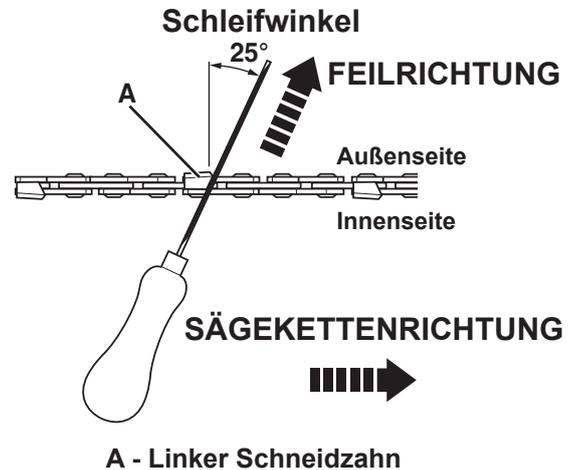

Abb. 18
3. Feilen Sie in einem Winkel senkrecht zur Kettenschiene und in einem Winkel von 25° zur Bewegungsrichtung (Abb. 18).